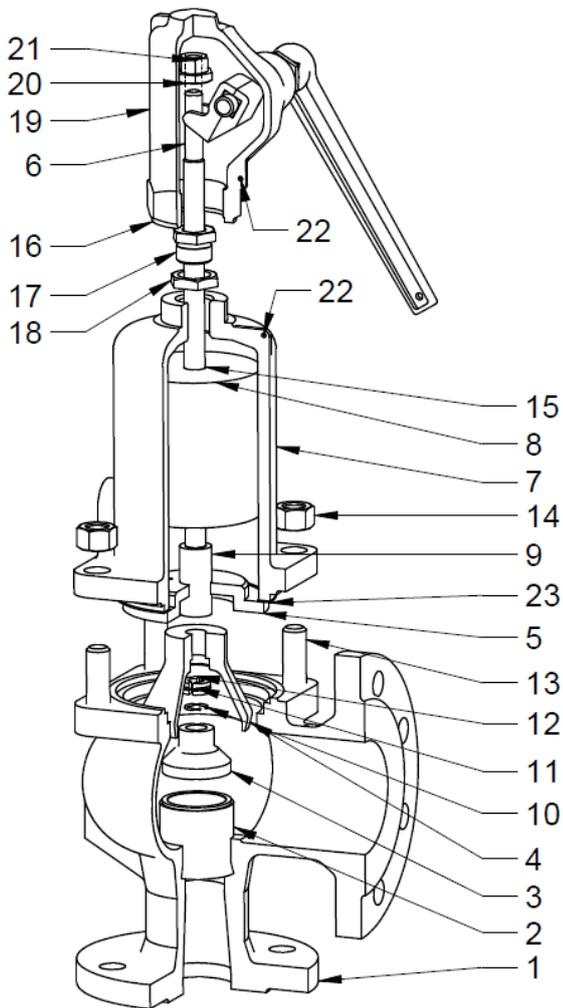

Рисунок 4
1. Снимите уплотнитель между кожухом (19) и крышкой (7).
2. Поднимите ручку до упора в положение «Закрытие» (см. рисунок 4).
3. Открутите кожух (19)
4. Замените прокладку (16) новой
5. Прикрутите кожух (19)
4. Ослабьте контргайку (18)
5. Открутите винт (17).
6. Открутите гайки (14), крепящие крышку (7) к корпусу (1). В случае шпилек (13) одинаковой длины гайки (14) следует откручивать равномерно и поочередно. В случае шпилек (13) разной высоты сначала открутите гайки (14) на более коротких шпильках, а затем равномерно и поочередно открутите гайки на более длинных шпильках.
7. Снимите крышку (7), отметив место крепления отверстия для винта в крышке с помощью соответствующего винта.
8. Снимите груз (8) вместе со стопорным кольцом (15)
9. Удерживая шток клапана (6), извлеките всю систему закрытия клапана: вкладыш (5), втулку (9), раструб (4), разъемное кольцо (11) с пружинным кольцом (12), заглушку (3) со стопорным кольцом (10)
- а) Снимите старую пробку (3), сильно потянув, удерживая шток клапана (6).
- б) Установите (если не установлено) новое стопорное кольцо (10) на новую пробку клапана.
- в) Прижмите новую пробку (3) к штоку клапана